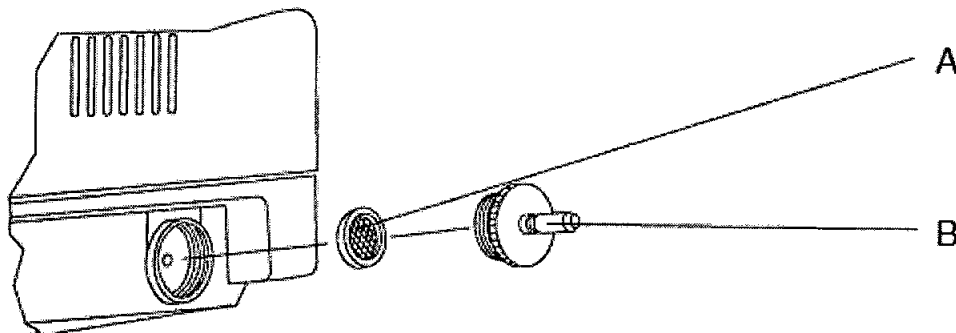

Fig. 8
2. Desenrosque la abrazadera del acoplamiento macho (Fig.8 - Ref.B).
3. Extraiga el filtro (Fig.8 - Ref.A), reemplácelo o lávelo eliminando las impurezas que se hubieran podido depositar en la red de filtrado.